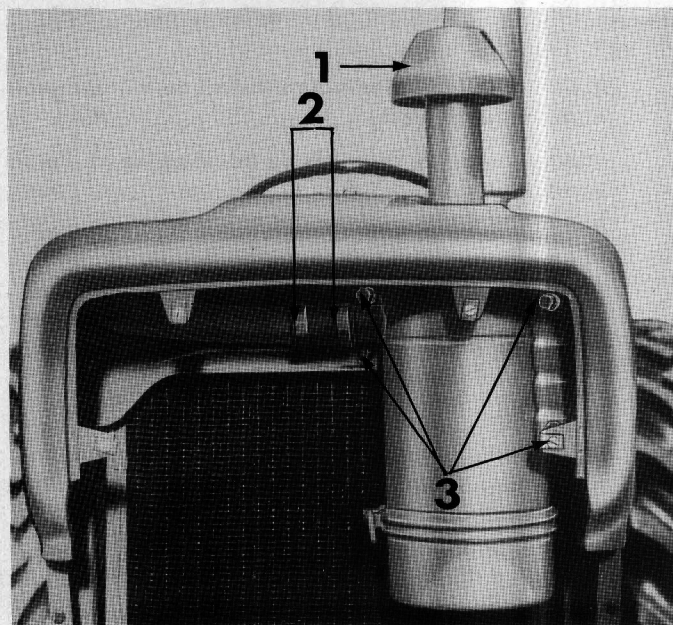

FIGURE 22 : Filtre à air monté sur le tracteur — 1 = Préfiltre, 2 = Boulons de fixation, 3 = Colliers de durite d'entrée.
1. Déposer le préfiltre (Figure 22).
1. Présenter le filtre à air sur l'entourage de radiateur et poser les quatre boulons (Figure 22).